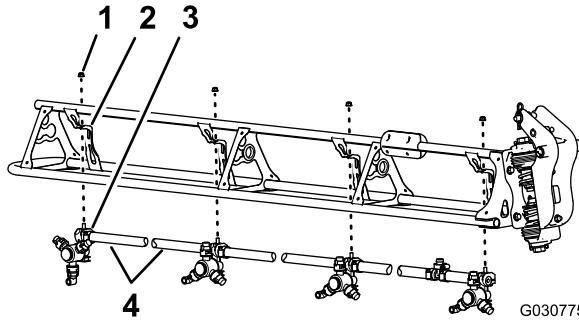

Bild 132
- Schneiden Sie den Schlauch zwischen zwei Sprühdüsen durch (Bild 132).
- Entfernen Sie die Sicherungsbundmutter (5/16"), mit der die Sprühdüse an der Düsenstütze befestigt ist (Bild 132).